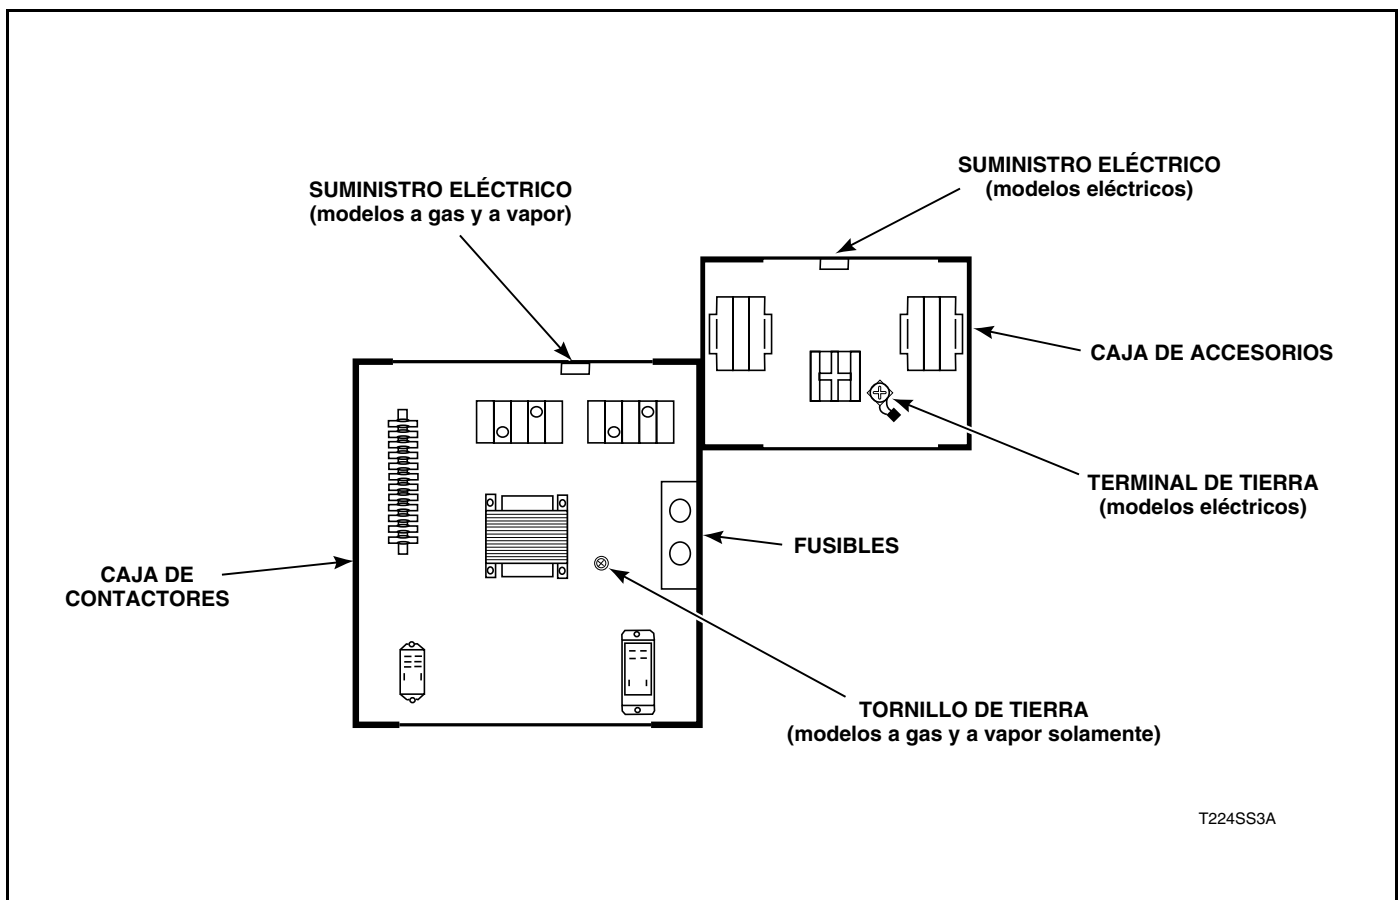

Figura 10
2. Conecte los cables encapsulados en el conducto al interruptor general o el disyuntor. Conecte los cables al terminal etiquetado correspondiente del bloque de terminales. El cable de tierra debe conectarse a la conexión a tierra. Consulte la *Figura 10*.